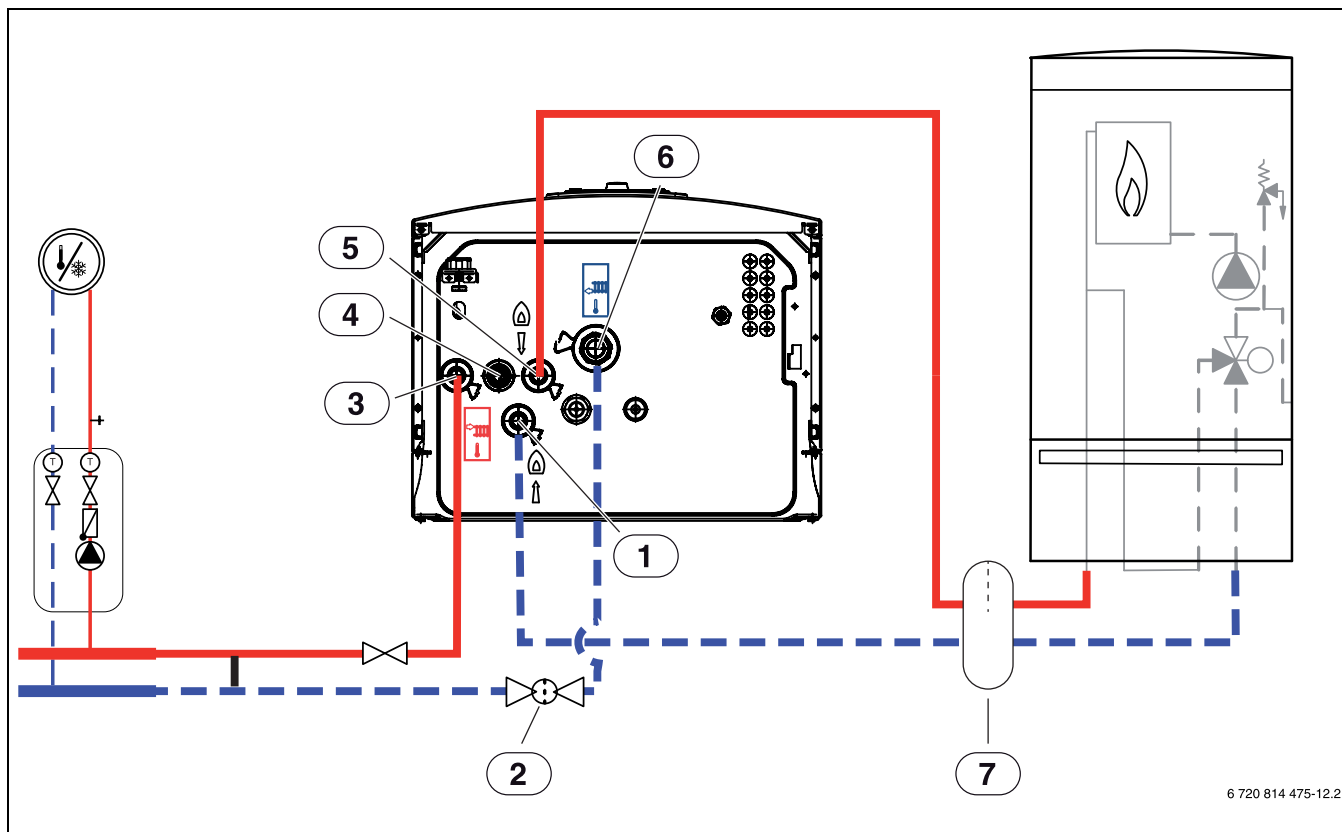

Fig. 7 Conexión de la unidad interior con mezclador para calefacción eléctrica a la instalación de calefacción y a la calefacción eléctrica
1. Colocar la salida de la válvula de seguridad de [4], fig. 7, hacia abajo en una salida libre de heladas.
2. Conectar el retorno al calefactor externo [1], fig. 7.
3. Conectar la alimentación del calefactor externo a [5], fig. 7.
4. Conectar la alimentación a la instalación de calefacción a [3], fig. 7.
5. Conectar el retorno de la instalación de calefacción a [6], fig. 7.